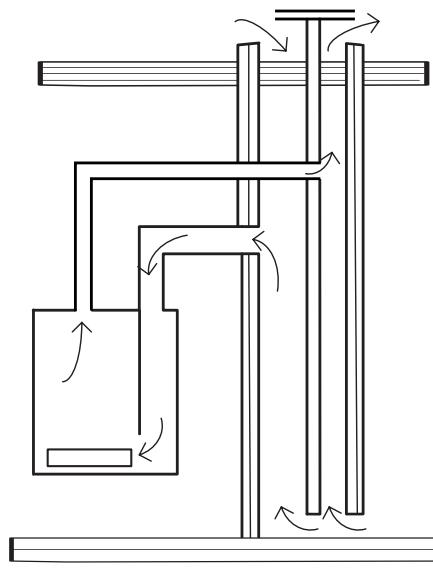
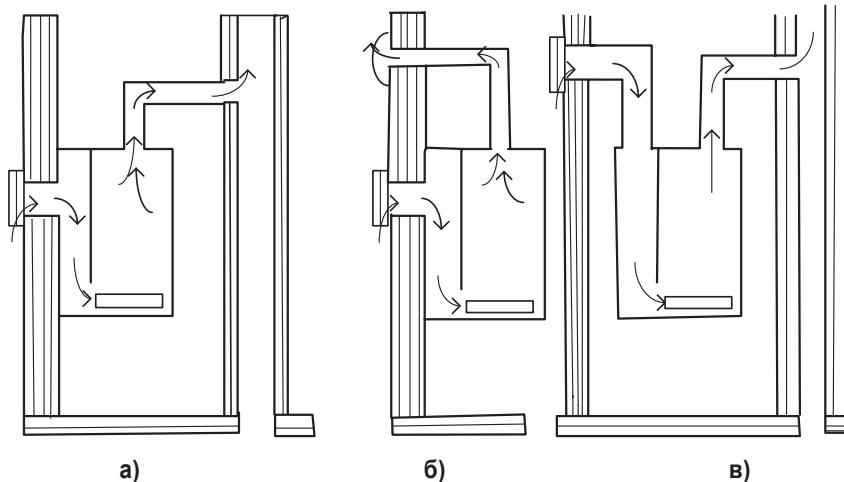

Рис.6 Раздельная система воздухоподачи и удаления продуктов сгорания через встроенный и пристроенный дымоход и воздуховод
Рис.7 Раздельная система воздухоподачи и удаления продуктов сгорания с индивидуальной подачей воздуха через заднюю стенку или через верх котла
- 6.9. Монтаж котла с раздельными каналами воздухоподачи и дымоудаления выполнять согласно рис.6 и рис.7.
- 6.9.1. При реализации варианта по рис.6 для исключения эффекта обратной тяги, необходимо обеспечить соединение каналов воздуховода и дымохода ниже места подключения к ним с соответствующими каналами воздухоподачи и дымоудаления котла.
- 6.9.2. При реализации варианта с индивидуальной подачей воздуха через наружную стену (рис.7) необходимо использовать секцию воздуховода с терминалом, поставляемую заводом-изготовителем.
1. В наружной стене здания пробить горизонтально отверстие диаметром на 10-20 мм больше диаметра воздуховода. Для варианта с воздуховодом через заднюю стенку котла (рис. 7а,б) разметку делают по устанавливаемому котлу, чтобы кольцевой выход котла входил в патрубок воздуховода. Для варианта с воздуховодом через верхнюю крышку котла – по проекту (рис. 7в).
2. Установить патрубок воздуховода по оси отверстия горизонтально, чтобы торец выступал над внутренней поверхностью стены 5-10 мм (для варианта рис. 7а,б) или 50 мм (для варианта на рис. 7в), снаружи – 50 мм (чтобы закрепить терминал). Зафиксировать воздуховод во избежание его деформации.